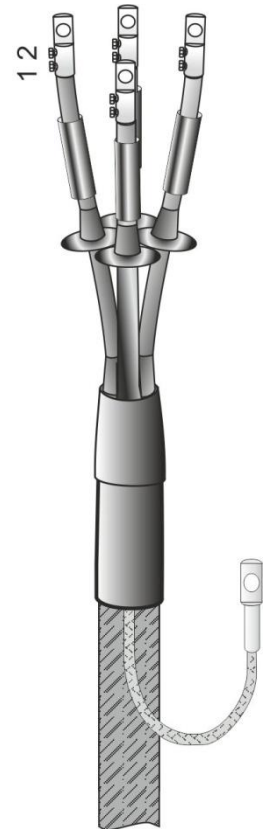

Рис.9
8. Определить длину жил по месту присоединения и обрезать. На жилы кабеля надвинуть изолирующие манжеты для изоляции наконечников и сдвинуть их в сторону корешка разделки. Замерить глубину трубчатой части наконечников и по полученному размеру снять с жил кабеля изоляцию. Оконцевать жилы кабеля винтовыми наконечниками, начиная с нижнего болта. Погреть и обезжирить трубчатые части наконечника (Рис.9).